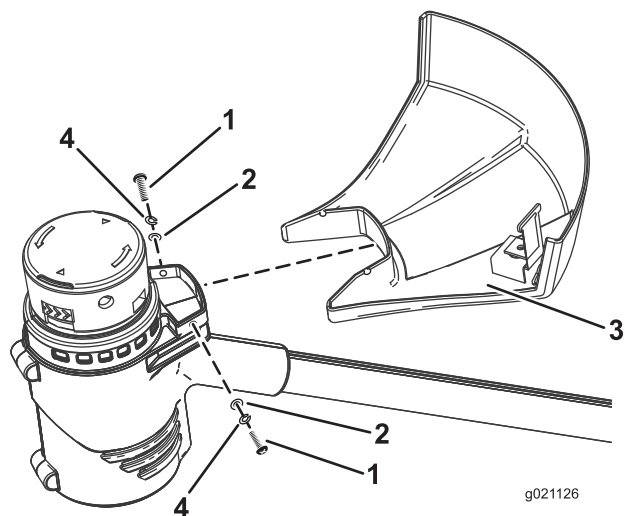

Figure 3
1. Retirez les 2 vis cruciformes et les rondelles collées sur le déflecteur (Figure 3).
2. Glissez le déflecteur sur la base de la débroussailleuse, comme illustré à la Figure 3.